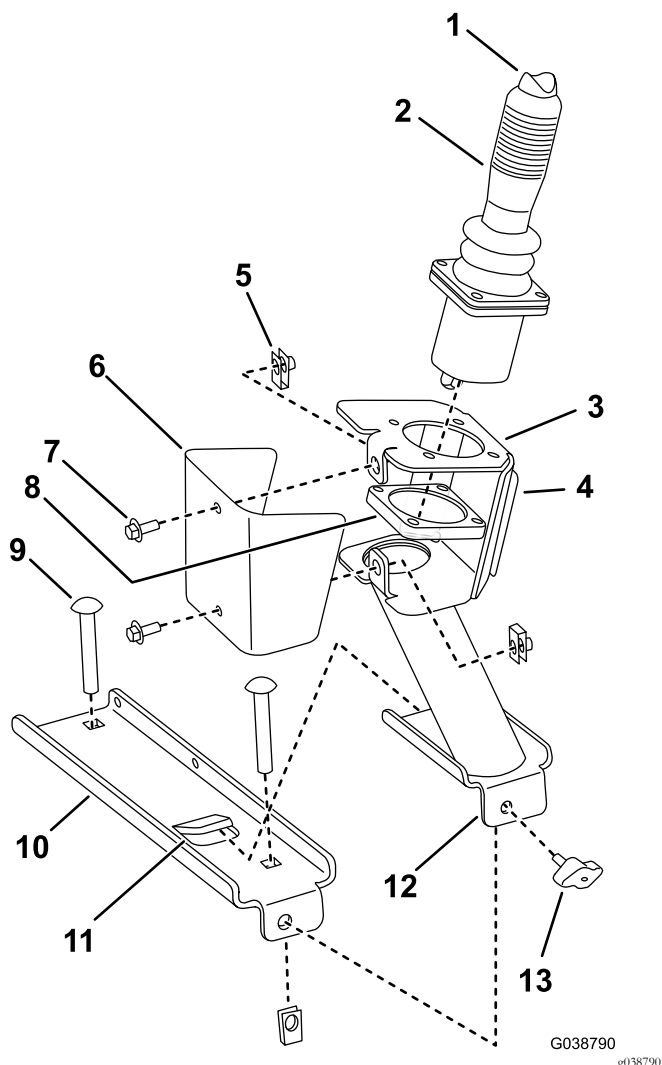

图4
1. 安装操纵杆图4。
5. 将标贴粘贴到操纵杆盒上 图4。